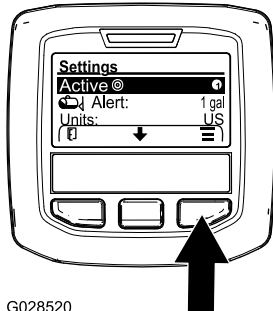

Bild 69
2. Drücken Sie die mittlere Auswahltaste, um die aktive Einstellung für die Dosierung zu markieren (Bild 69).
3. Drücken Sie die rechte Auswahltaste, um zwischen der Dosierung 1 und 2 zu wechseln (Bild 69).